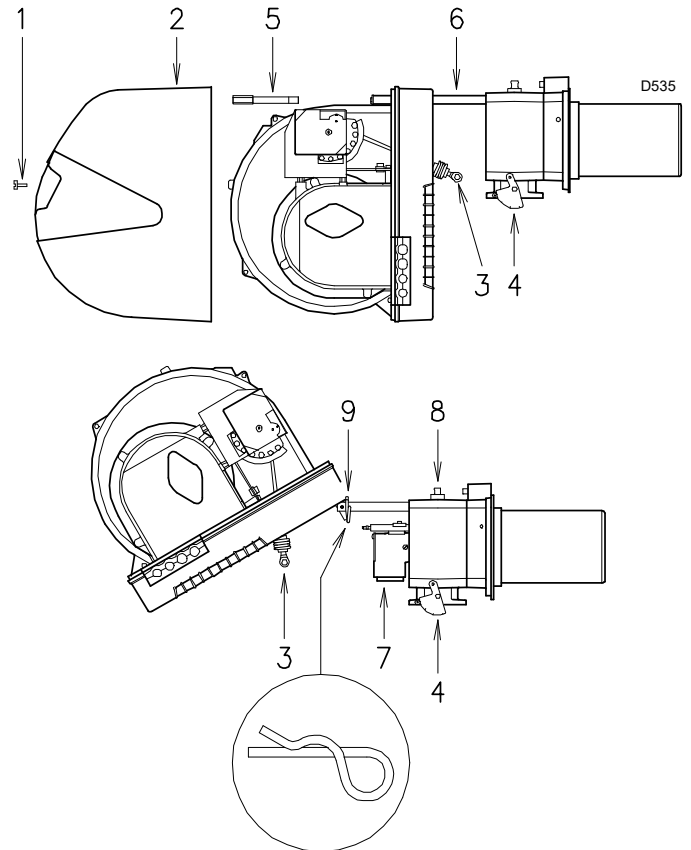

Fig. 37
- Retirer la vis 1) et extraire le capot 2)(Fig. 37).
- Décrocher la rotule 3) du secteur gradué 4)(Fig. 37).
- Déposer la vis 5 et la goupille 9) et reculer le brûleur sur les glissières 6)(Fig. 37) sur environ 100 mm. Débrancher les câbles de la sonde et de l'électrode et reculer ensuite complètement le brûleur.
- Tourner comme montré sur la figure et enfiler la goupille 9)(Fig. 37) dans le trou de l'un des deux guides, de façon à ce que le brûleur reste sur cette position.
On peut alors extraire le distributeur de gaz 7) après en avoir retiré la vis 8)(Fig. 37).
- Enlever la goupille 9)(Fig. 37) et pousser le brûleur jusqu'à environ 100 mm du manchon.
- Remettre la vis 5 et la goupille 9)(Fig. 37), et tirer délicatement vers l'extérieur les câbles de la sonde et de l'électrode, jusqu'à les mettre légèrement en tension.
- Réinsérer la rotule 3) du secteur gradué 4)(Fig. 37).